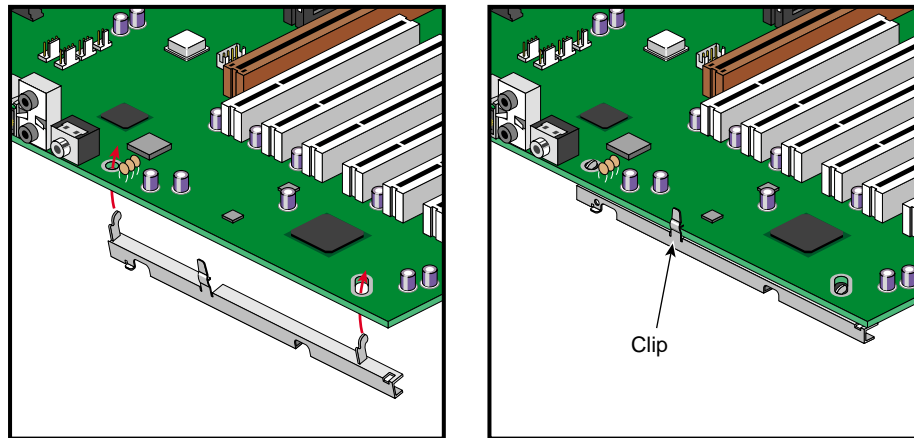

Abbildung 2-29 Befestigen der Halterung an der Systemplatine
1. Zum Befestigen der Halterung an der Systemplatine setzen Sie die Haken der Halterung in die entsprechenden Aussparungen in der Systemplatine und drücken den Löseclip an die Platine, bis er einrastet. Abbildung 2-29 veranschaulicht das Vorgehen.